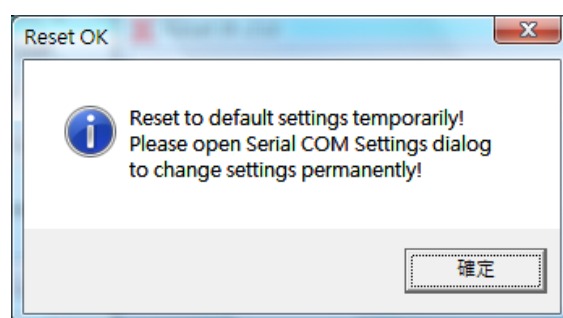

图 3-7、暂时重置基本参数成功画面
- (1) 计算机连接 IR-210 的 RS-232 通讯端口，Utility 按下 Open COM 按钮。
- (2) 重新上电 IR-210 后，3 秒内按下此接口之 Reset 按钮。
- (3) 重置基本参数成功的画面如图 3-7。此时只是暂时将通讯参数恢复至默认值，请至 IR-210 Basic Settings 接口按下 Set Permanently 按钮完成参数设定。